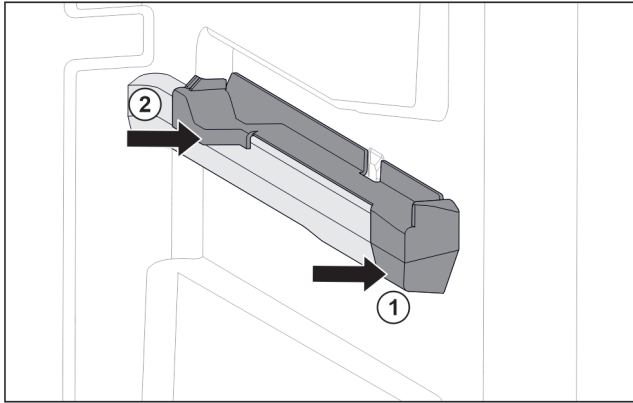

Fig. 37 Insteekelement op rechter containerrib
- ▶ Insteekelement voor tegen containerrib plaatsen. *Fig. 37 (1)*
- ▶ Insteekelement achter aandrukken. *Fig. 37 (2)*